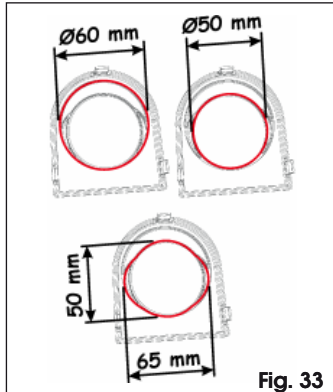

Fig. 33
- En el tapón delantero, abra el orificio pre-cortado correspondiente al tipo de barra montada, véase Fig. 33 y fíjelo al cárter de desbloqueo.